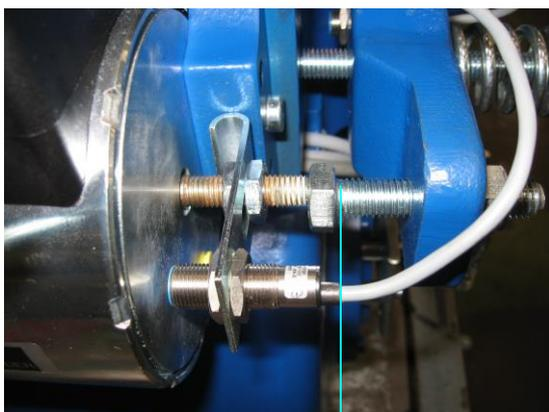

Abb. 9b
- Die Einstellschraube aus dem Gewinde rausdrehen bis der Schraubenkopf am Stößel anliegt (Abb. 9b).